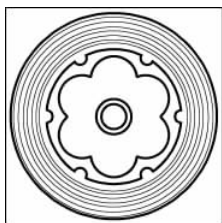

图 5-64 产生的挖槽刀具路径
(9) 单击“确定”按钮,结束挖槽参数设置,系统开始进行挖槽加工刀具路径计算,结果如图 5-64 所示。